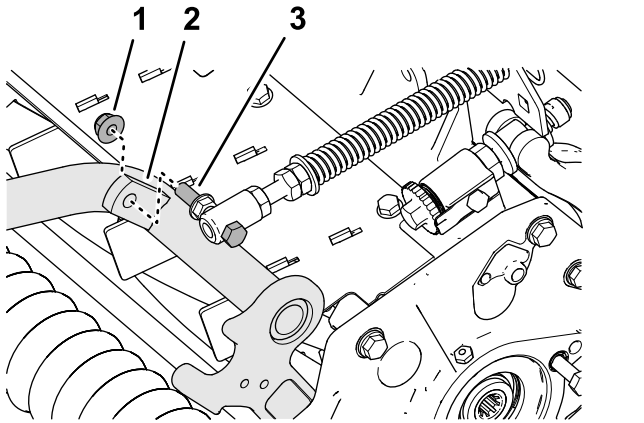

図 19
4. ターフ補正 Springs のキャップスクリューを、キャリアフレームの右側タブに組み付ける 図 19 フランジロックナット $\frac{3}{8}$ "を使用する。